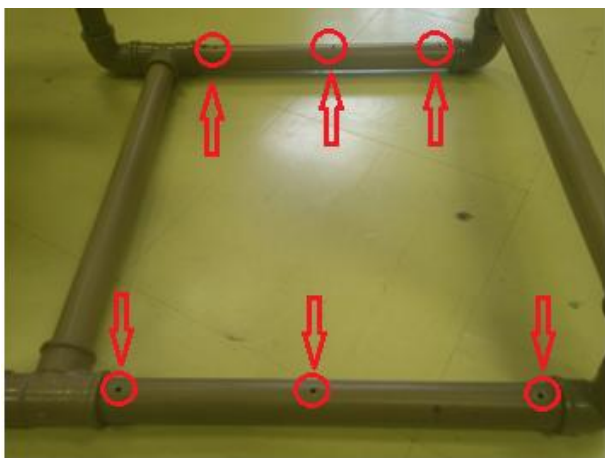

Figura 57. Fixação da chapa base - Passo 1
- Passo 1: Faça três furos passantes em cada cano, com a broca de 4 mm, conforme a figura 57.